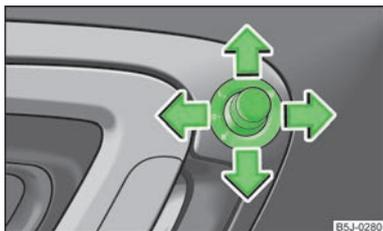

Fig. 32
- Faites tourner le bouton de réglage sur la position  » fig. 32.